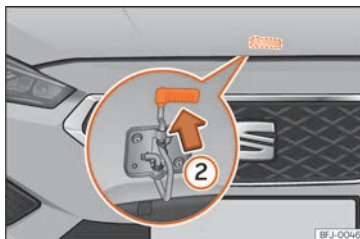

Abb. 221 Hebel unter der Motorraumklappe.
- Zum Anheben der Motorraumklappe drücken Sie den Hebel unterhalb der Motorhaube nach oben » Abb. 221 ②. Dabei wird der Fanghaken entriegelt.